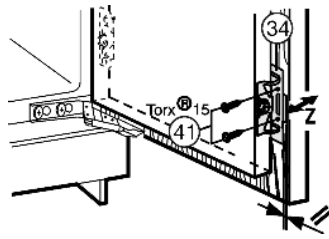

Fig. 28
Ângulos de fixação Fig. 28 (34): Ter em atenção o ajuste de ambas as arestas metálicas, símbolo //:
- ▶ Aparafusar a porta do aparelho com parafusos Fig. 28 (41) através dos ângulos de fixação Fig. 28 (34) à porta do armário.